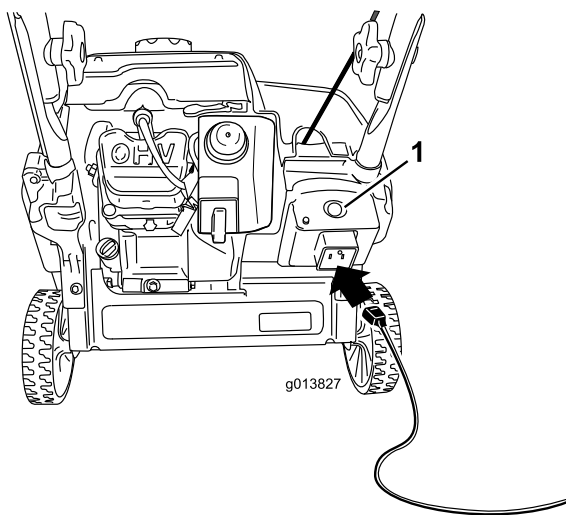
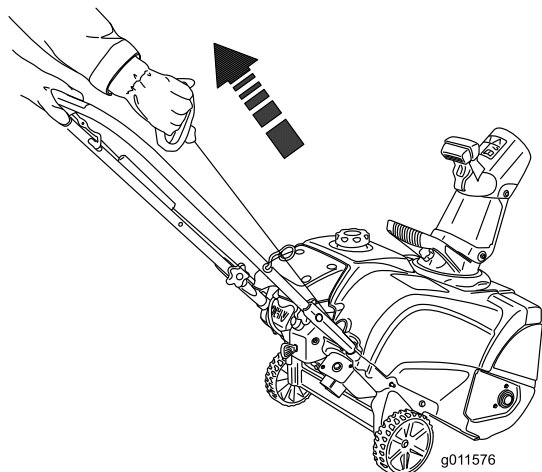

Figure 18
Figure 19
4. Raccordez la rallonge au secteur et à la machine, puis appuyez sur le bouton du démarreur électrique (modèle 38282 uniquement) (Figure 18), ou tirez la poignée du lanceur (Figure 19).